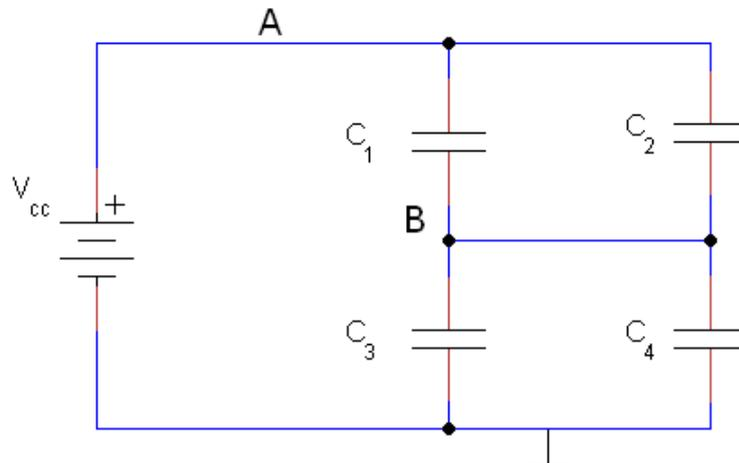

Fig. Q3
3. En el circuito de la Fig. Q3, donde  $V_{cc}=15\text{ V}$ ,  $C_1=470\text{ nF}$ ,  $C_2=220\text{ nF}$ ,  $C_3=220\text{ nF}$ ,  $C_4=100\text{ nF}$ , los condensadores están inicialmente descargados. Podemos afirmar: